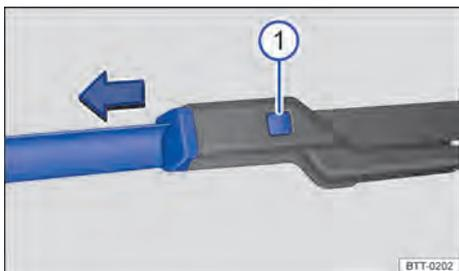

Fig. 138 Substituir as palhetas dos limpadores do para-brisa.
- Manter o botão de destravamento \Rightarrow Fig. 138  pressionado e, ao mesmo tempo, puxar a palheta dos limpadores do para-brisa para fora, no sentido da seta.